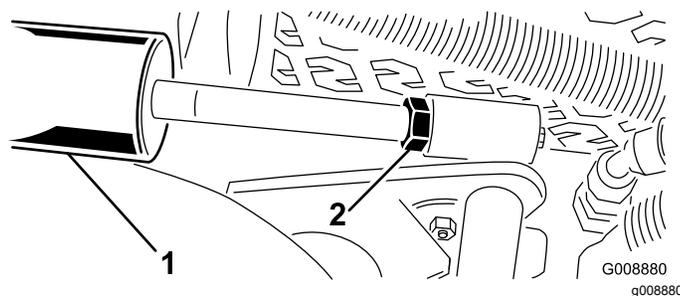

Figura 29
- A. Baje las unidades de corte y afloje la contratuerca del cilindro (**Figura 29**).